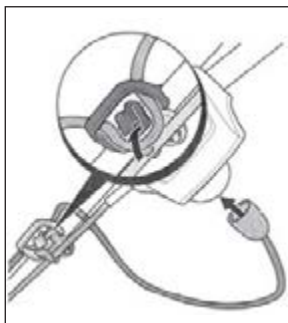

Рис. 1
1. Подсоедините газонокосилку к сети 220В, закрепив сетевой провод на специальном фиксаторе (рис. 1).